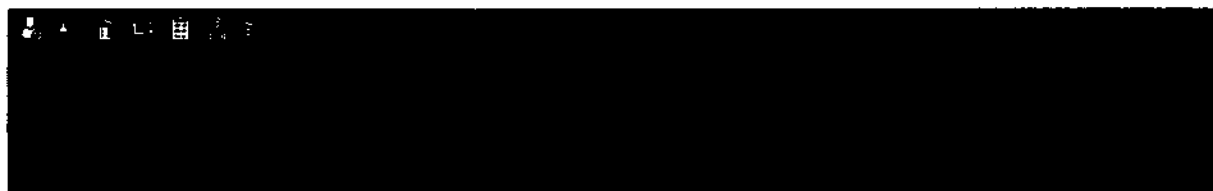

Рис. 10
- Фамилию, имя или отчество, все сразу, или же несколько букв в них содержащихся. Если ввели несколько букв, например, из фамилии, то программа будет искать этот набор букв как в фамилиях пациентов, так и в именах и отчествах. Рис.10